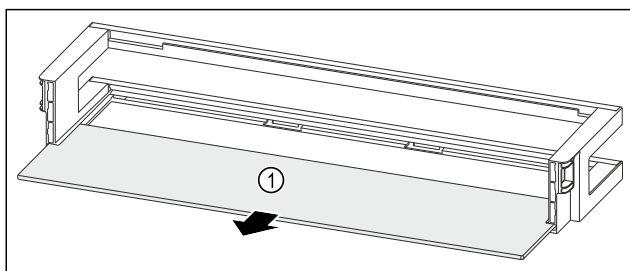

Fig. 250 Ajtópolc tárolólappal
- ▶ Vegye ki a tárolólapot Fig. 250 (1).